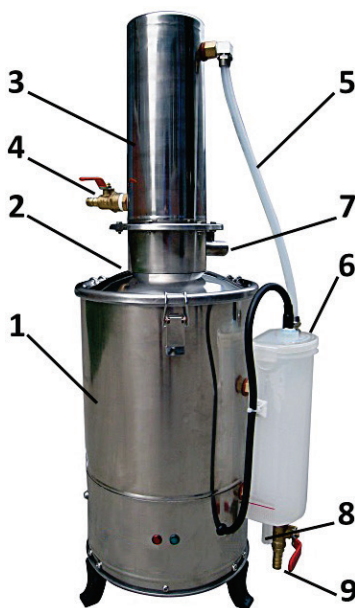

Рисунок 1 – Дистиллятор
- 8.1. Убедитесь в том, что сливной вентиль (Рисунок 1, позиция 9) закрыт.
- 8.2. Включите подачу питающей воды и с помощью вентиля подачи воды (Рисунок 1, позиция 4) установите небольшой расход до заполнения дистиллятора и появления истечения воды через дренажный патрубок (Рисунок 1, позиция 8).